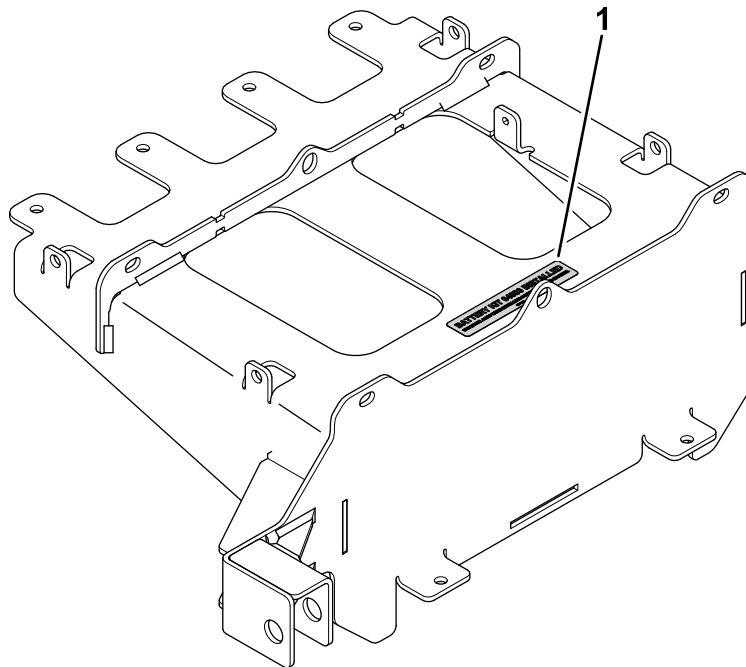

Figure 20
4. Appelez l'autocollant modèle 04593 sur la plaque de montage inférieure, comme montré à la Figure 20.